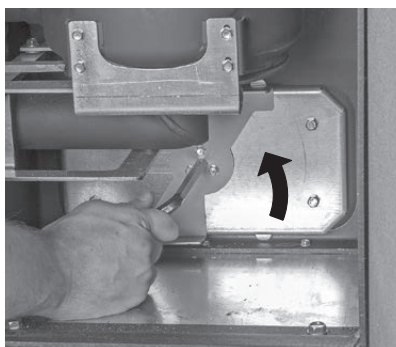

Fig. 43 Ruotare la maniglia in senso antiorario
- ▶ Applicare il coperchio delle superfici riscaldanti e ruotare la maniglia in senso antiorario fino in battuta – Fig. 43.